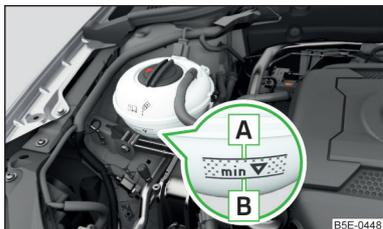

Abb. 188
Die Bezeichnung des Kühlmittels ist auf dem Kühlmittelausgleichsbehälter aufgeführt » Abb. 188 auf Seite 210.
- Das Kühlmittel nicht über die Markierung **A** auffüllen » Abb. 188 auf Seite 210.
Kühlmittelausgleichsbehälter » Abb. 188
➤ Den Kühlmittelstand am Kühlmittelausgleichsbehälter prüfen » Abb. 188.
Bei betriebswarmem Motor kann das Prüfergebnis ungenau ausfallen. Der Stand kann auch über der Markierung  **A** » Abb. 188 liegen.